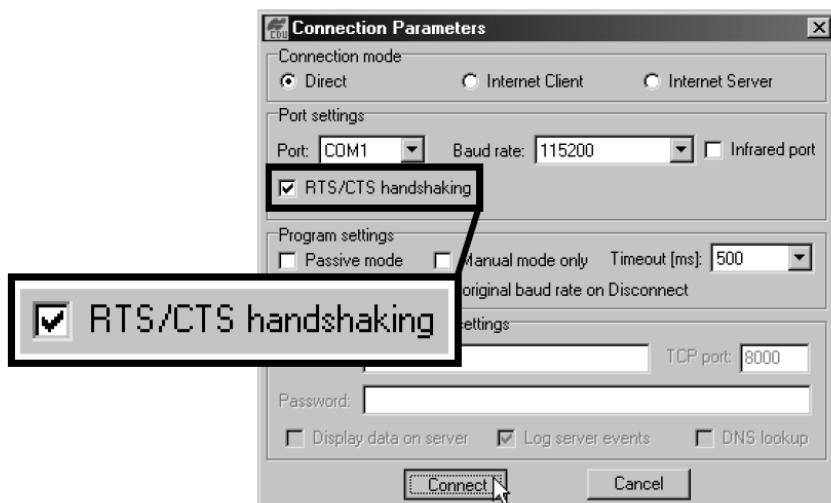

Рисунок 4-6. Параметры соединения – подтверждение использования RTS/CTS
- В диалоговом окне **Connection Parameters** выберите “RTS/CTS handshaking” (квитирование RTS/CTS), и щелкните на кнопке Connect (Соединить), см. рис.4-6.